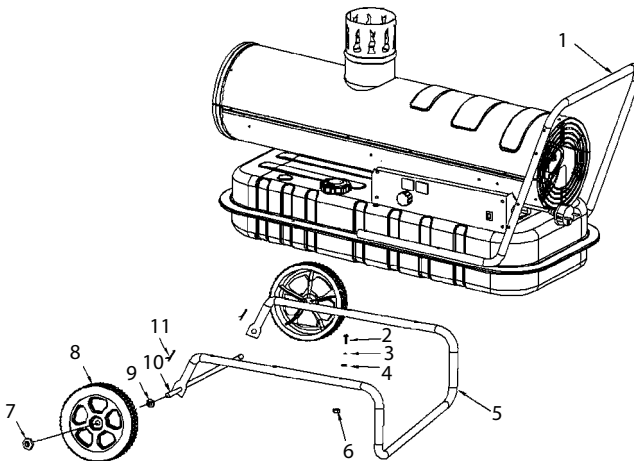

Рис. 4
Для сборки нагревателя выполните следующие действия (рис. 4):
3. С помощью винта 2, пружинной шайбы 3, плоской шайбы 4 и гайки M5 6 закрепите к корпусу тепловой пушки ножку и ручку, как показано на рис. 4.